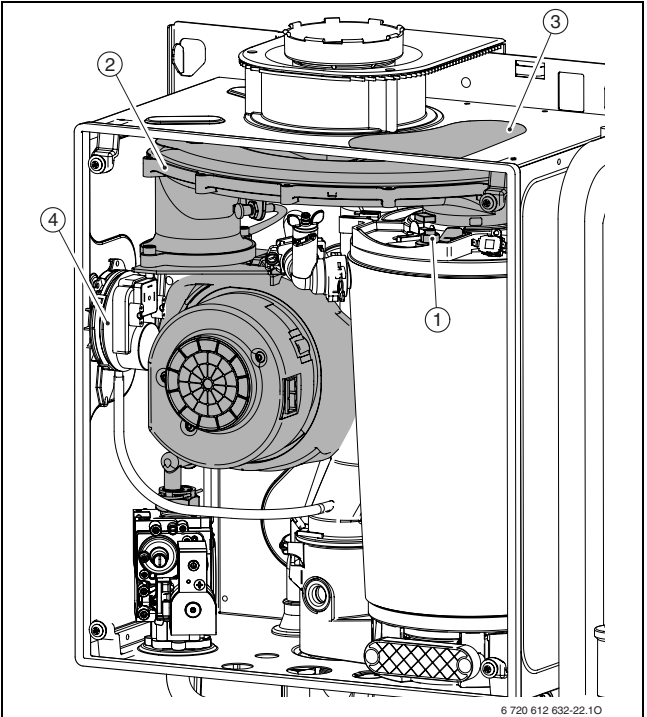

Fig. 43
- Togliere il coperchio fig. 43.